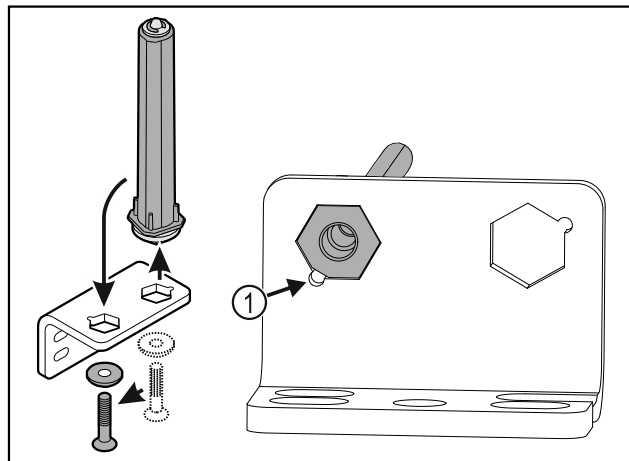

Fig. 29
- ▶ Se till att bultens fasning Fig. 29 (1) är vänd mot det runda hålet vid insättningen.